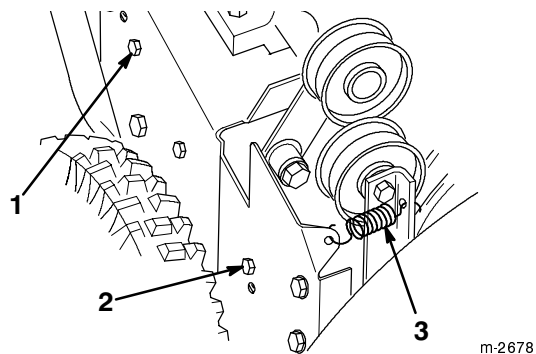

Figure 23
- Desserrez le bras de frein de tarière. Pour ce faire, desserrez la vis arrière et retirez la vis avant (Fig. 23).
- Retirez le ressort de la poulie folle (Fig. 23), et laissez le bras de frein pendre librement mais hors du chemin.
3. Desserrez le bras de frein de tarière. Pour ce faire, desserrez la vis arrière et retirez la vis avant qui fixent l'ensemble de bras de frein au châssis (Fig. 23).
4. Retirez le ressort de la poulie folle (Fig. 23), et laissez le bras de frein pendre librement mais hors du chemin.